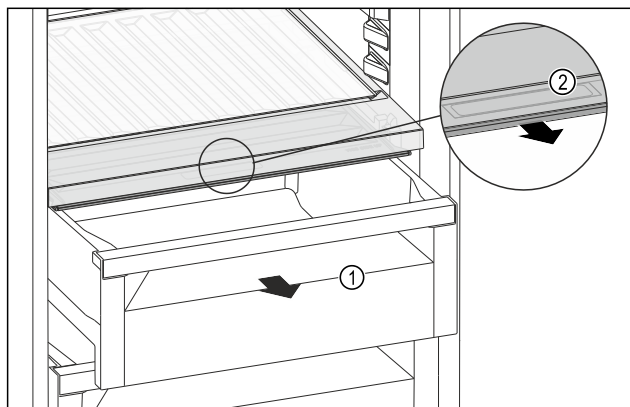

Fig. 107
- Træk skuffen Fig. 107 (1) ud.
- Tag fat i grebsforsænkningen Fig. 107 (2) i bokslåget, og træk samtidigt bokslåget frem.